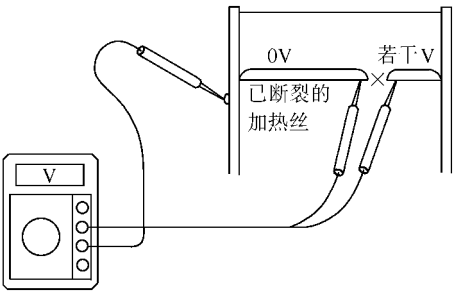

图 18-159 检查加热丝的断裂点
2) 检查加热丝的断裂点。将电压表的正极（+）导线顶着除雾器的正极（+）端子。将带有锡箔片的电压表负极（-）导线顶着正极（+）端子尾端的加热丝，逐渐向负极（-）端子侧滑动。此时电压表从零突然上升到若干的部位即为加热丝的断裂点。如图 18-159 所示。